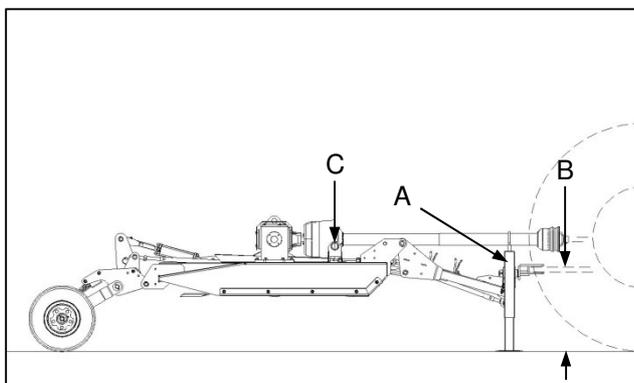

Fig. 3
- ✔ Insert the parking jack (Fig. 3-A) into the socket on the implement hitch and install the pin provided.
- ✔ Place the parking jack in storage bracket (Fig. 3-C) provided on the front right-hand corner of the main deck while the implement is in operation.
- ✔ Druk die parkeerdomkrag (Fig. 3-A) in die sok aan die implementhaak en druk die pen in wat voorsien is.
- ✔ Stoor die parkeerdomkrag in die stoorklamp (Fig. 3-C) op die voorste regterhoek van die hoofdek terwyl die implement in gebruik is.